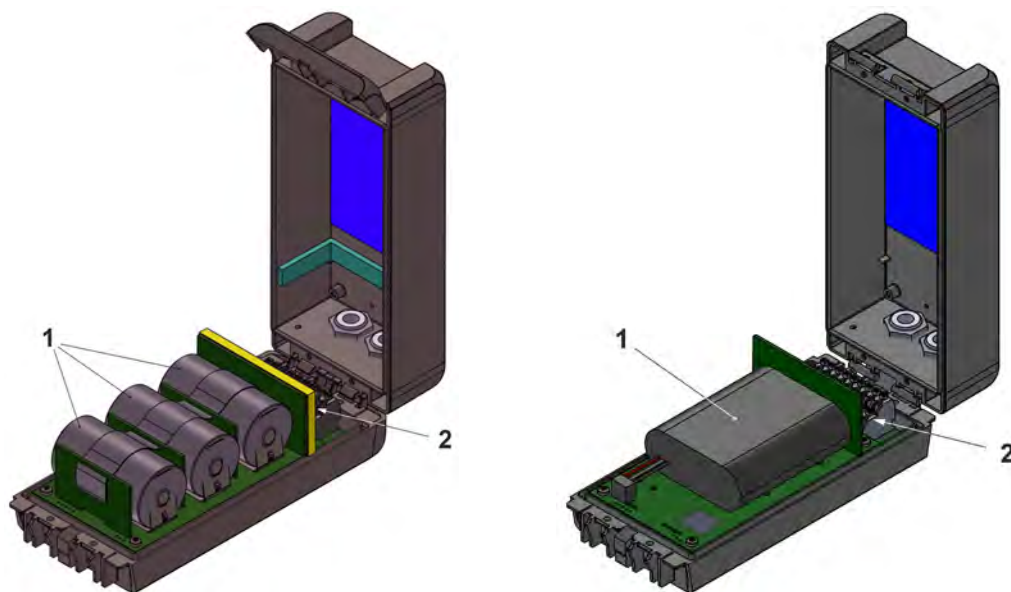

Fig. 3-1 Alimentation en tension par piles / batterie
Selon le type d'appareil, l'alimentation du NivuLink Micro II (Fig. 3-1) est assurée par des piles (Fig. 3-1, image 1, pos. 1) ou une batterie (Fig. 3-1, image 2, pos. 1).
Il est également possible de raccorder et d'alimenter l'**enregistreur non Ex** en externe avec une tension de 12 V via les bornes (Fig. 3-1, pos. 2) situées derrière le séparateur.